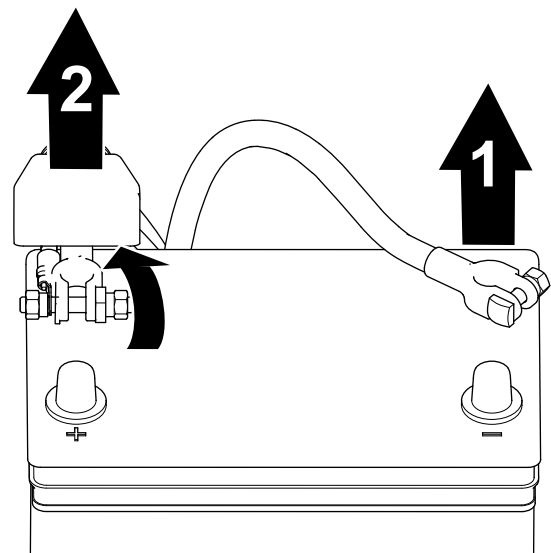

Figura 34
1. Retire el cable negativo del borne de la batería (Figura 34).
2. Eleve el aislante y retire el cable positivo de la batería del borne de la batería (Figura 34).